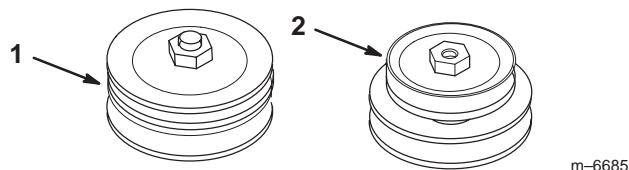

Figure 5
1. Sélectionnez la poulie correcte indiquée dans la Figure 5.